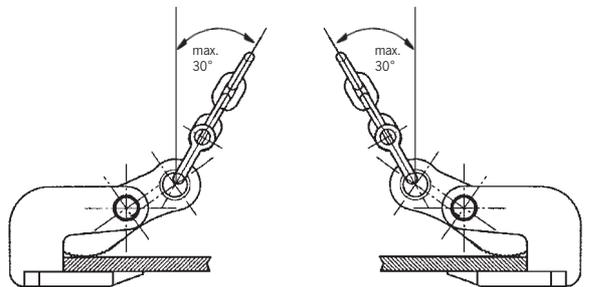

Fig. 4
- Die Anordnung der Klemmen an der Last muss so erfolgen, dass in keinem Fall der Neigungswinkel größer als 30° ist (Fig. 4).